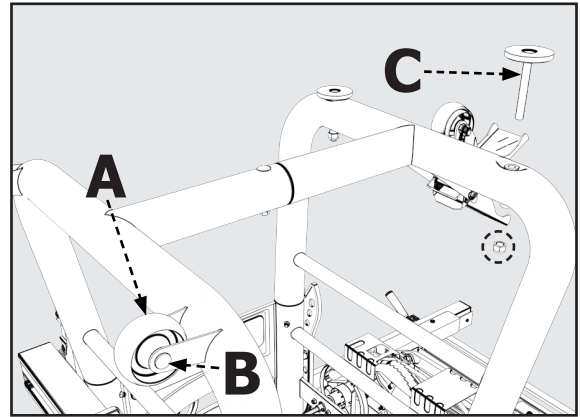
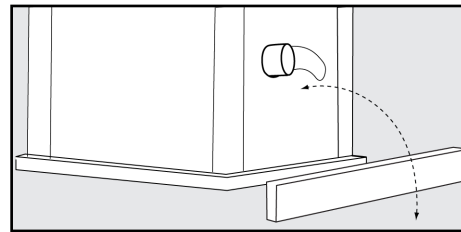

FIGURA 2
FIGURA 3
1. Sujete las dos ruedas fijas (A) a las dos patas izquierdas, del otro lado de la ruedita giratoria, usando un pasador de eje M8 X 53 mm como se muestra en la Figura 2.
2. Introduzca las patas ajustables (C) en los insertos roscados de la pata derecha, al lado de la ruedita giratoria.
3. Coloque una pieza de madera 2x4 en la parte posterior de la sierra, como se muestra en la Figura 3, para evitar daños al conducto para polvo al enderezar la sierra.
5. Modifique los dos pies ajustables (C) atornillándolos dentro y fuera de la pierna. Los pies pueden ajustarse para nivelar la sierra y bloquearse en su lugar apretando la tuerca M12 en la parte superior. Ver Figura 2.